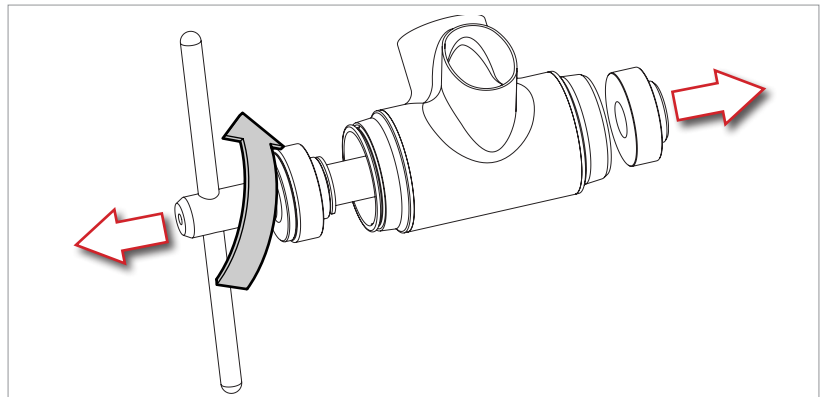

Fig.7
- Gire en sentido antihorario la palanca de la herramienta UT-BB240 hasta desenroscar completamente la guía de la cazoleta izquierda y sucesivamente extraiga el tornillo (Fig. 7).